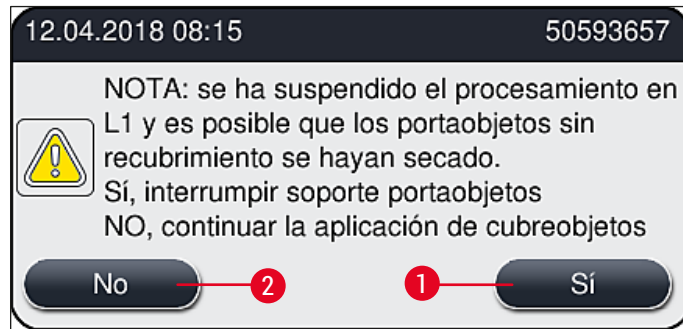

Fig. 112
9. El software del instrumento realiza una detección del nivel de llenado. El usuario recibe un mensaje de información cuando finaliza la comprobación (→ Fig. 112).